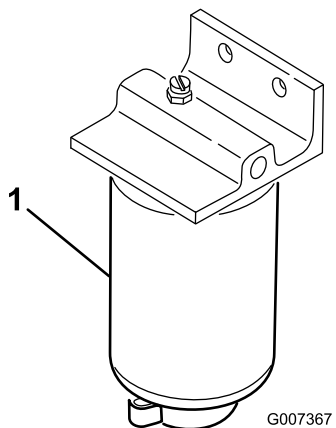

Bild 63
1. Stellen Sie einen sauberen Behälter unter die Kraftstofffilterglocke (Bild 63).